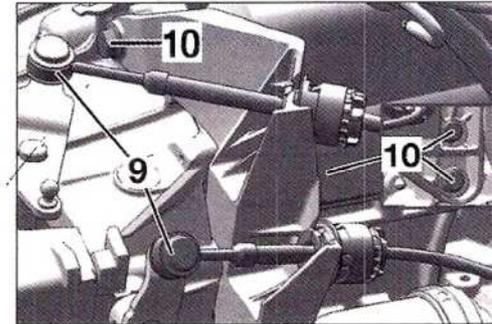

FIG. 4
- Separar este último (8) sin abrir el circuito hidráulico.
- Separar las bieletas de mando de caja (9) (Fig.4)